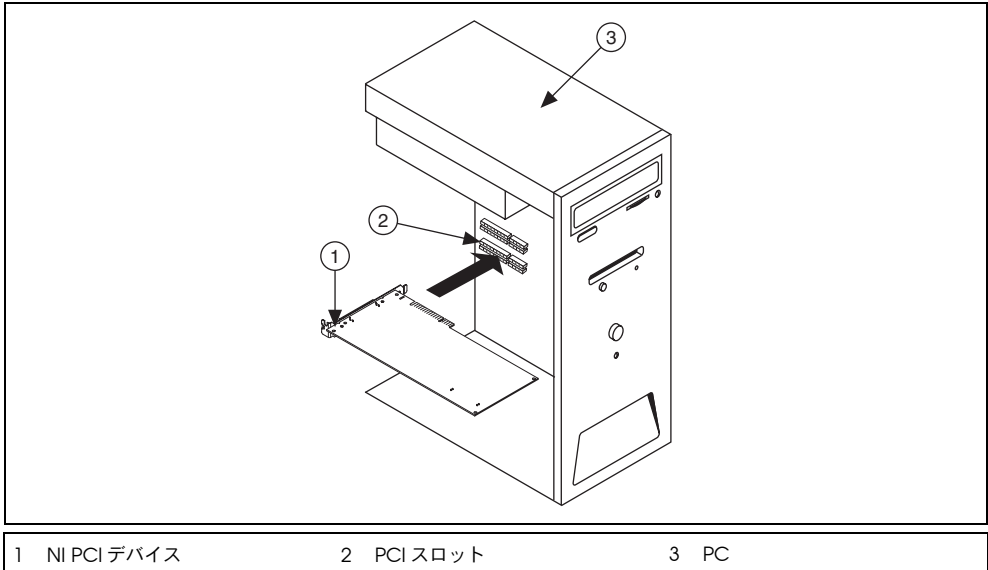

図 2 PCI の取り付け
4. 図 2 に示されているように、空いている PCI スロットにデバイスを差し込みます。